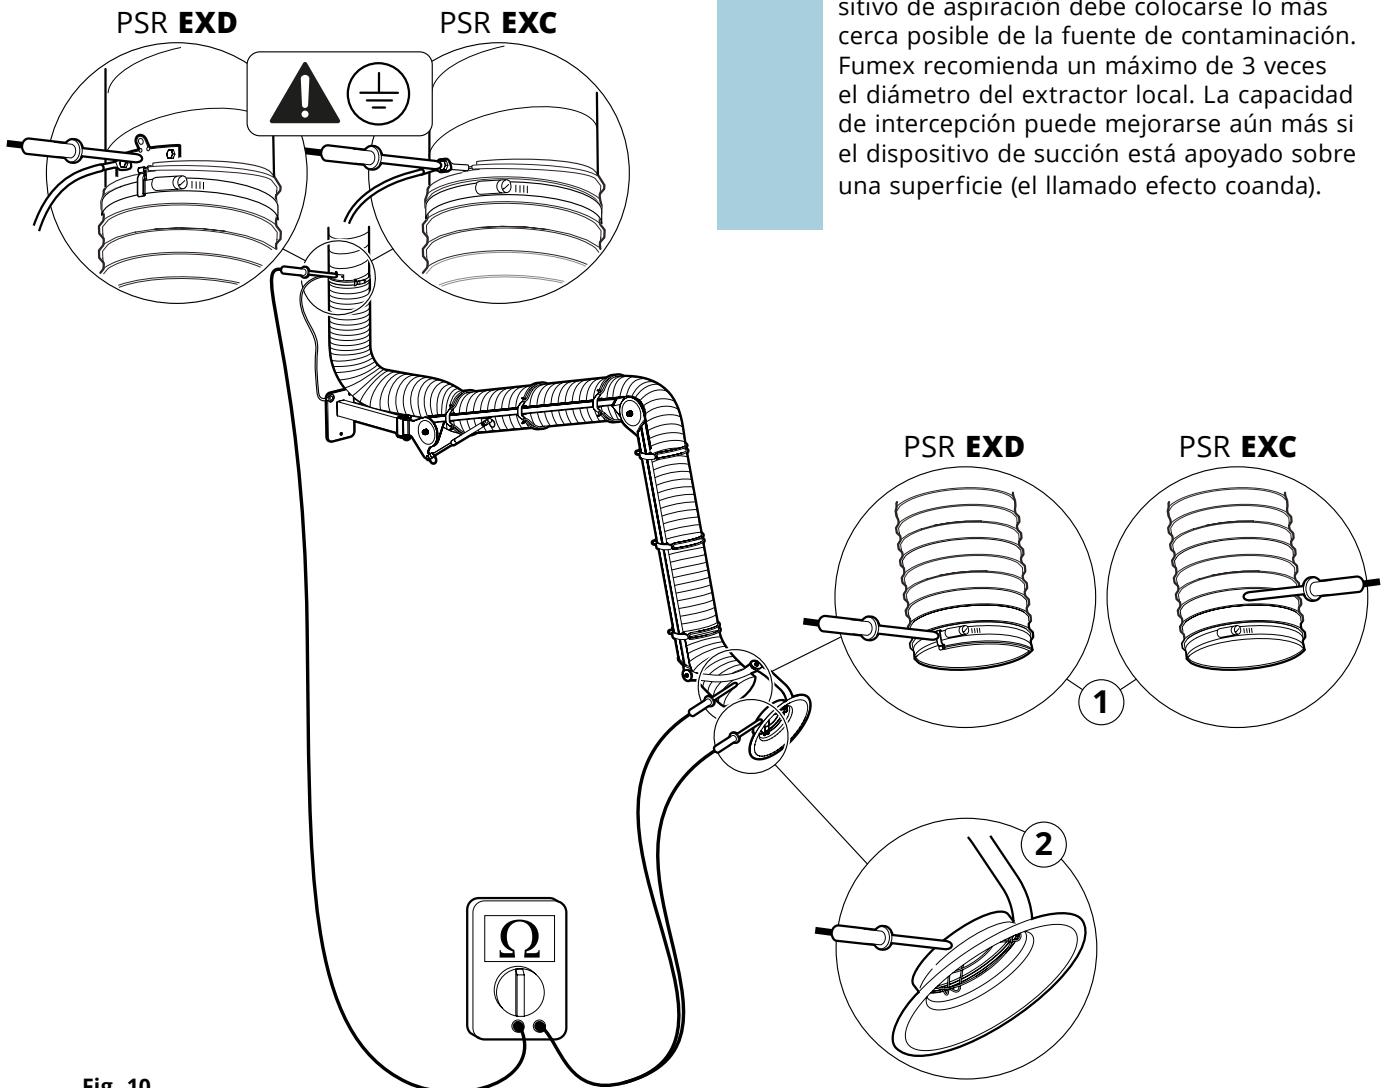

Fig. 10
3. Compruebe la resistencia de la manguera con un ohmímetro calibrado, consulte la 1, **Fig. 10**. La resistencia entre los puntos de medición (placa de masa/ extremo de la manguera) debe estar por debajo de 1 MΩ.
4. Compruebe la resistencia del extractor puntual con un ohmímetro calibrado, consulte la 2, **Fig. 10**. La resistencia entre los puntos de medición (placa de masa/cubierta) debe estar por debajo de 1 MΩ.